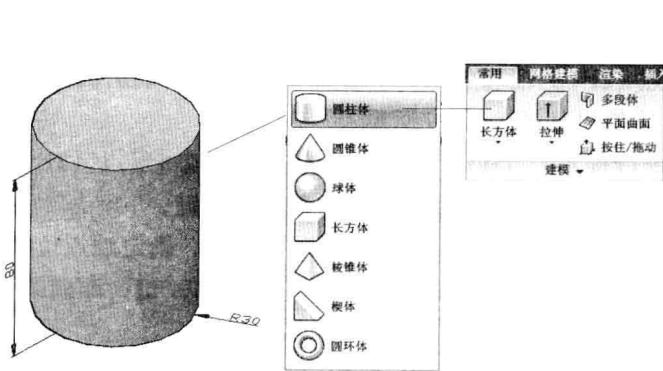
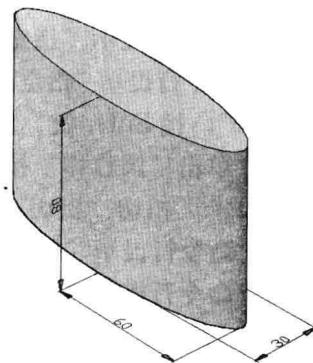

图 8-2-5
图 8-2-6
(1) 在“建模”面板中单击向下三角形按钮 ，在弹出的列表中选择“圆柱体”按钮 ，命令行提示“指定底面的中心点或 [三点(3P)/两点(2P)/切点、切点、半径(T)/椭圆(E)]”，在视图中单击，确定中心点位置。
(2) 命令行提示“指定底面半径或 [直径(D)] <66.4484>”，输入“30”，按 Enter 键。
(3) 命令行提示“指定高度或 [两点(2P)/轴端点(A)] <0.0000>”，输入“80”，按Enter键。创建的圆柱体效果如图 8-2-5 所示。
(4) 单击“圆柱体”按钮，命令行提示“指定底面的中心点或 [三点(3P)/两点(2P)/切点、切点、半径(T)/椭圆(E)]”，输入“e”，按Enter键。
(5) 命令行提示“指定第一个轴的端点或 [中心(C)]”，单击一点，确定端点位置。
(6) 命令行提示“指定第一个轴的其他端点”，输入“@30, 0”，按Enter键，即确定椭圆一个轴的长度为 30。
(7) 命令行提示“指定第二个轴的端点”，输入“60”，按Enter键，即确定椭圆另一个轴的半长为 60。
(8) 命令行提示“指定高度或 [两点 (2P) / 轴端点 (A)] <80.0000>”，按Enter键，确认角括号内的高度值 80。创建椭圆柱体，效果如图 8-2-6 所示。